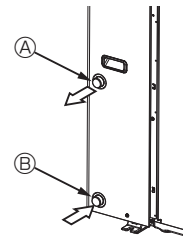

Fig. 4-1
4.1. Conexión de las tuberías del agua (Fig. 4-1)
- La posición de las tuberías de entrada y salida se muestra en la Fig. 4-1.
[Fig. 4-1]